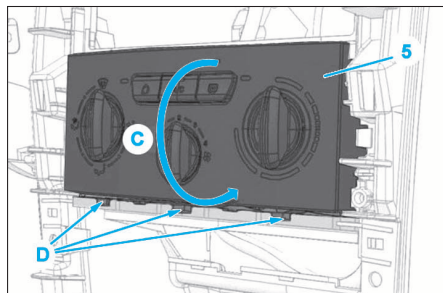

FIG. 8
- Extraire le panneau de commande de climatisation (5) comme illustré en (C), décliper en (D) (Fig.8).